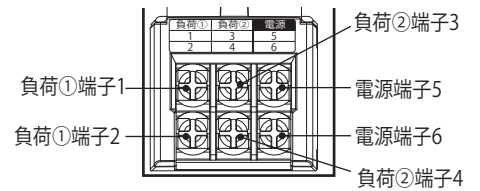

図7 端子部番号配置図
2. 電源線を電源端子(5、6)に接続し、ファンの電源リード線を負荷①端子(1、2)もしくは負荷②端子(3、4)に結線し、端子部カバーをはめてください。(図7)